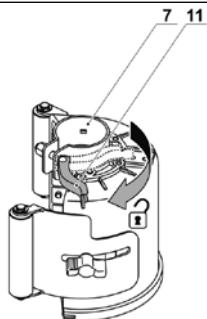

Fig. 1.1
1. Mover la palanca de fijación como se indica en la (Fig. 1.1).